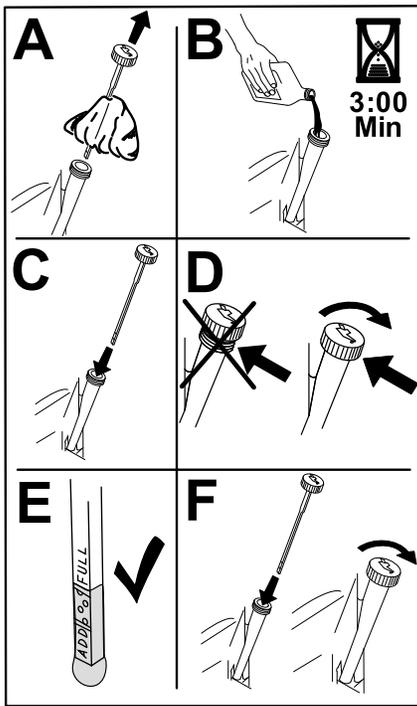

Figura 77
- Vierta lentamente un 80% aproximadamente del aceite especificado por el tubo de llenado, luego añada lentamente el resto del aceite hasta que llegue a la marca de Lleno (Figura 77).